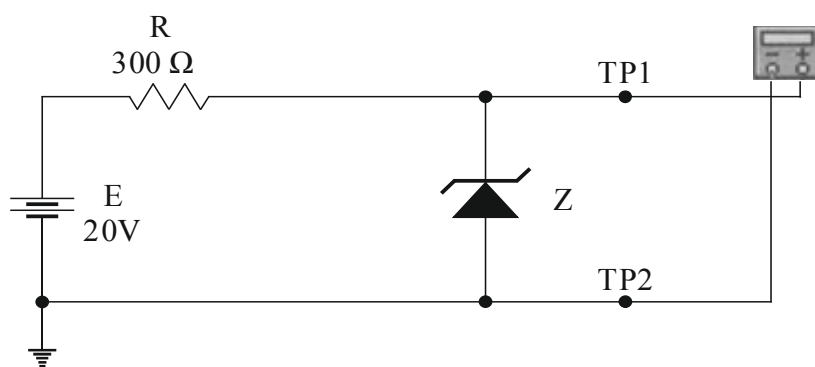

Рис.8.1.
1.1. На рабочем поле собрать схему (рис.8.1)